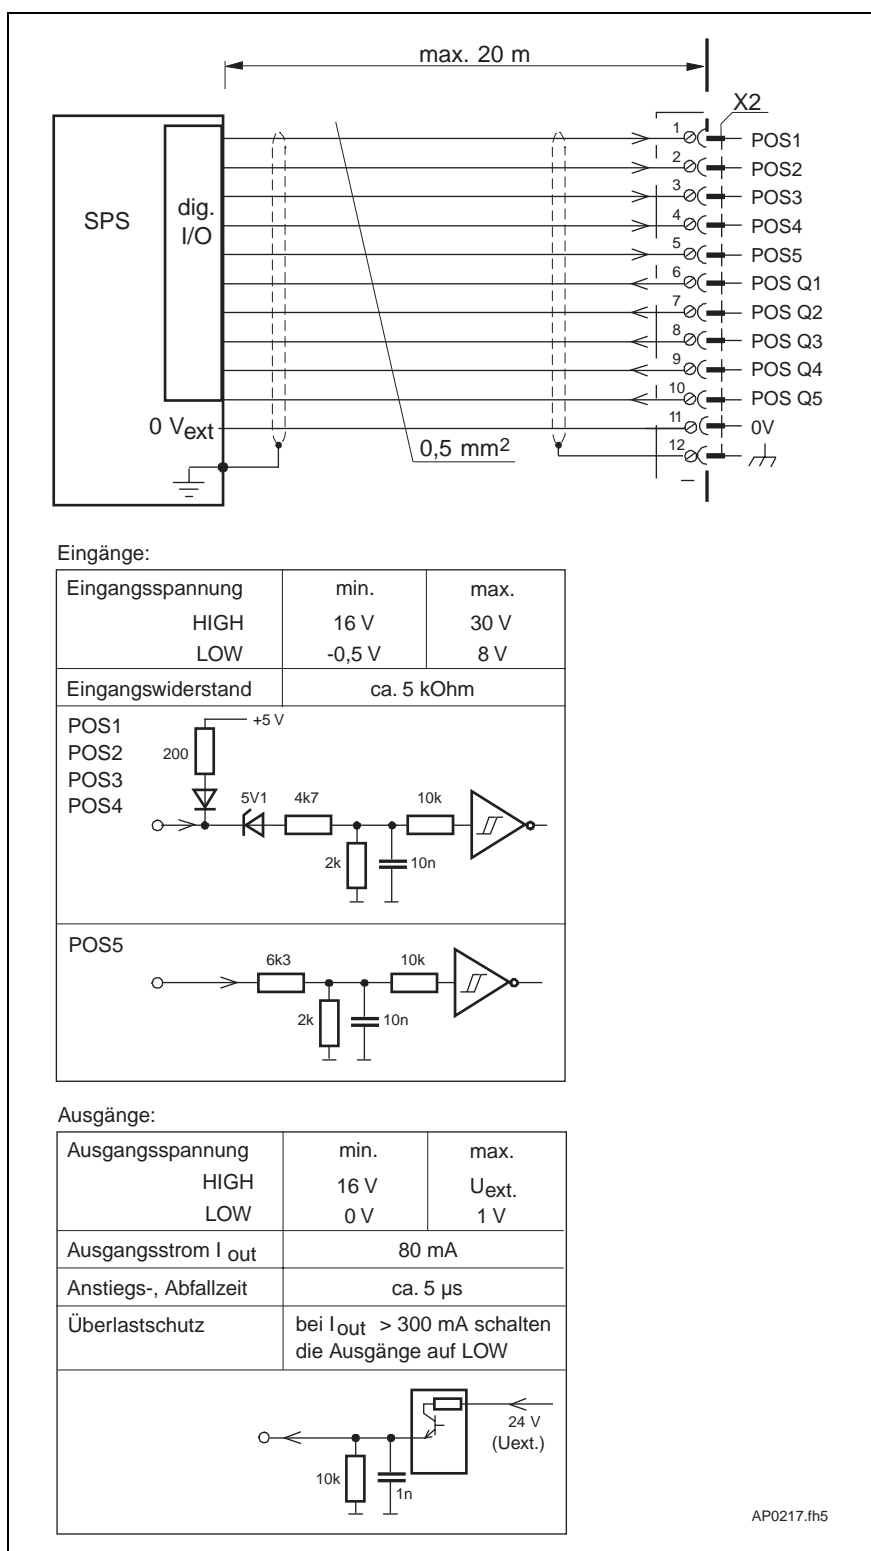
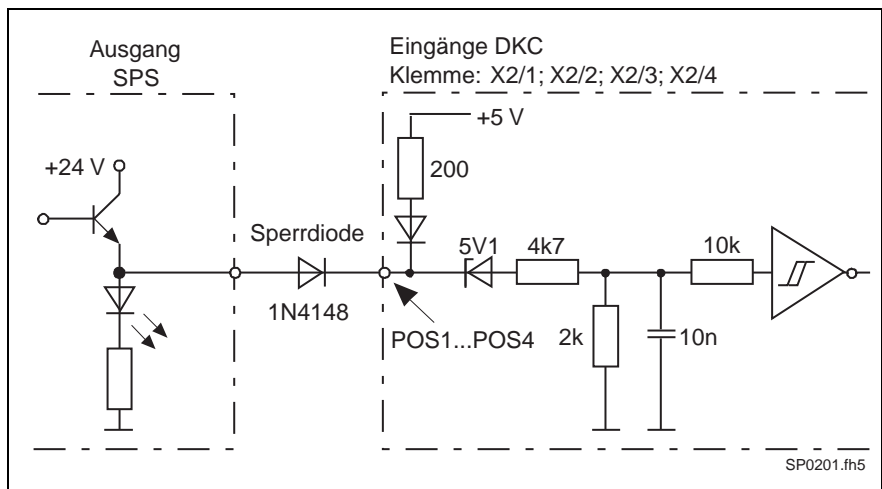

Abb. 4-28: Anschluß der Positioniereingangs-Signale und Ausgänge zum Quittieren der Positionier-Signale
Abb. 4-29: Schaltungsvorschlag Sperrdiode
**Hinweis:** Sind die Eingänge POS 1 bis POS 4 in Abb. 4-28 mit einem LOW-Signal belegt, stehen dort 5 Volt an. Das kann bei einer angeschlossenen SPS zum Ansprechen von Ausgangs-Kontroll-LEDs führen. Eine zwischengeschaltete Sperrdiode gemäß Schaltungsvorschlag Abb. 4-29 verhindert dies.